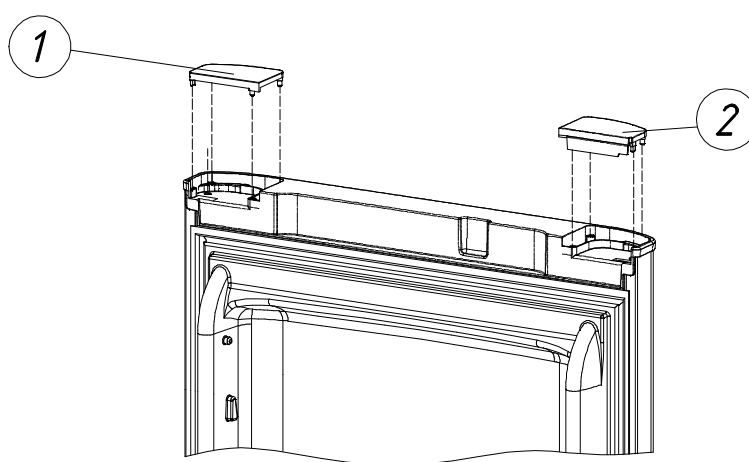

Рис. 1. Расположение вставок двери холодильной камеры
2. Открыть дверь холодильной камеры. Извлечь верхнюю правую (поз. 1, рис. 1) и левую (поз. 2, рис. 1) вставки из двери холодильной камеры (рис. 1).
20. Установить на прежнее место верхние правую (поз. 1, рис. 1) и левую (поз. 2, рис. 1) вставки двери холодильной камеры (рис. 1).